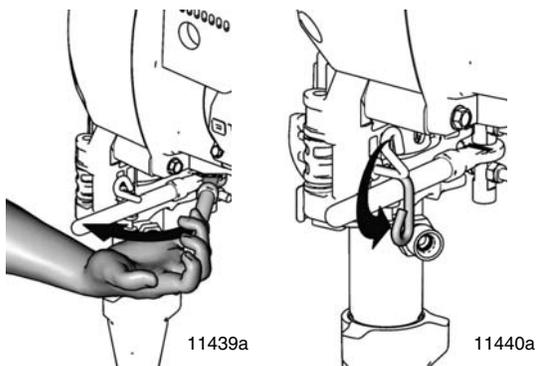

FIG. 23
6. FIG. 23. Appuyer sur le levier pour serrer et remettre le verrou en position verrouillée.